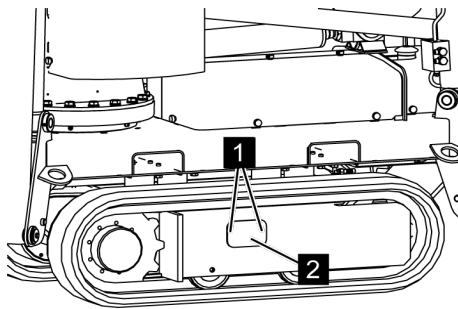

Fig. 99: Enlever le couvercle
2. ➤ Desserrer les vis (Voir la Fig. 99/1) et enlever le couvercle (Voir la Fig. 99/2).